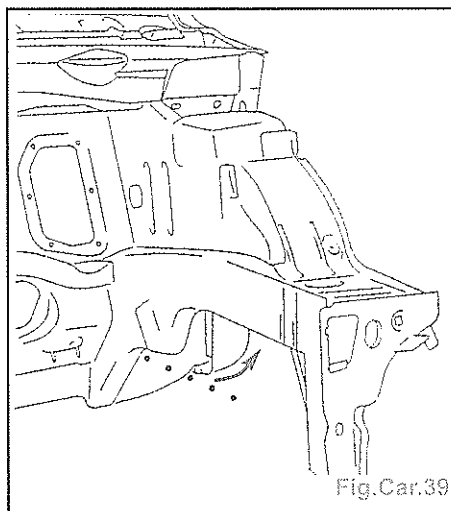

Fig.Car.39
- Souder par points électriques (équipement BA3) (Fig.Car.39).